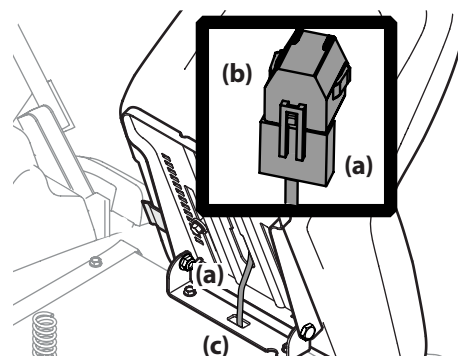

Figura 2-11
- Si es necesario, conecte el mazo de cables del interruptor del asiento (a) al interruptor del asiento (b), como se muestra en la Figura 2-11. Asegúrese de empujar el cable excedente del cableado para que ingrese en el orificio de la caja del asiento (c) antes de continuar.